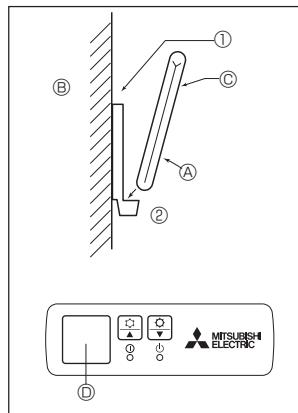
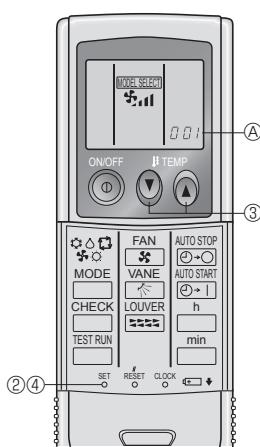

Fig. 6-2
Fig. 6-3
2) Метод установки (Fig. 6-2)
- ① Закрепите держатель пульта дистанционного управления в выбранном Вами месте с помощью двух самонарезающих винтов.
- ② Вставьте пульт дистанционного управления.
- ③ Пульт дистанционного управления ④ Стена ⑤ Индикаторная панель ⑥ Ресивер сигналов
3) Настройка (Fig. 6-3)
- ① Вставьте батарейки.
- ② Нажмите кнопку SET остроконечным предметом.